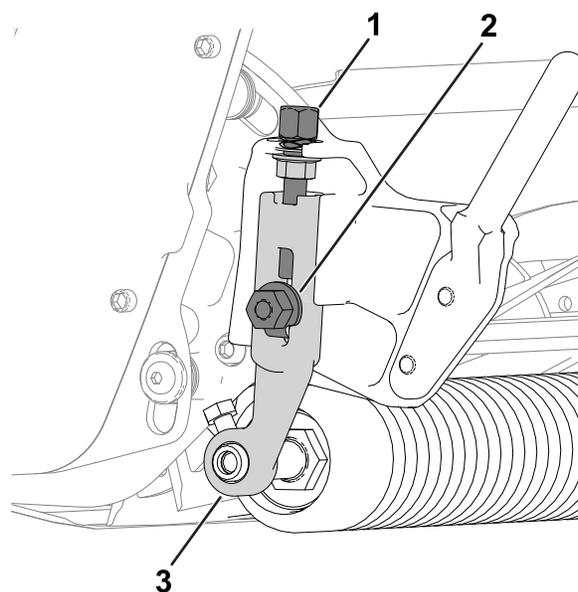

Figure 12
1. Desserrez les contre-écrous qui fixent les bras de hauteur de coupe aux plaques latérales de l'unité de coupe (Figure 12).